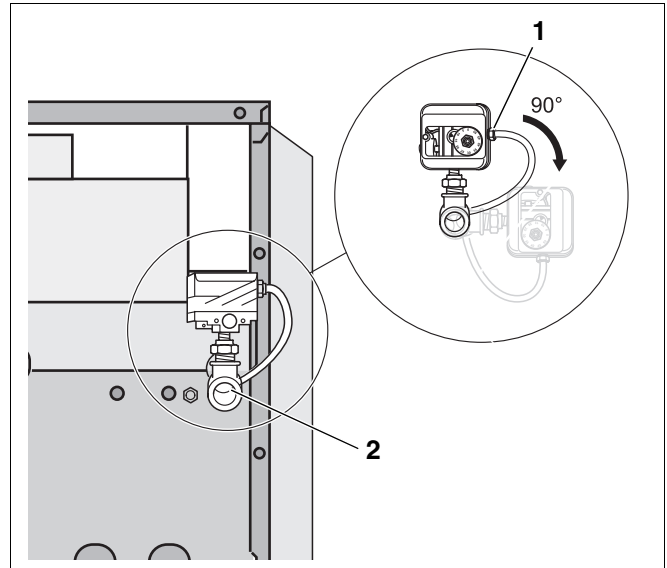

Abb. 23 Gasanschluss herstellen
- Gasleitung spannungsfrei am Gasanschluss (Abb. 23, **Pos. 2**) anschließen.
- Den mitgelieferten Gasdruckwächter (Abb. 23, **Pos. 1**) unmittelbar am Gasanschluss (Abb. 23, **Pos. 2**) des Heizkessels mit dem mitgelieferten Reduziernippel installieren. Der Gasdruckwächter muss dabei nach oben oder nach außen zeigen.